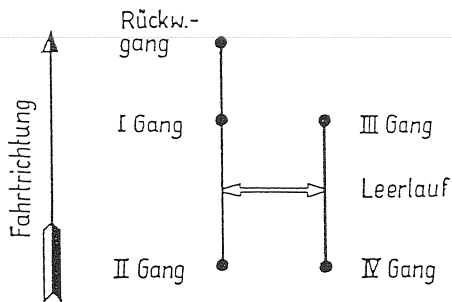

Bild 2
Erst auskuppeln, dann mit der rechten Hand am Holzgriff (6) sämtliche Gänge probeweise durchschalten, siehe Schaltschema (Bild 2).